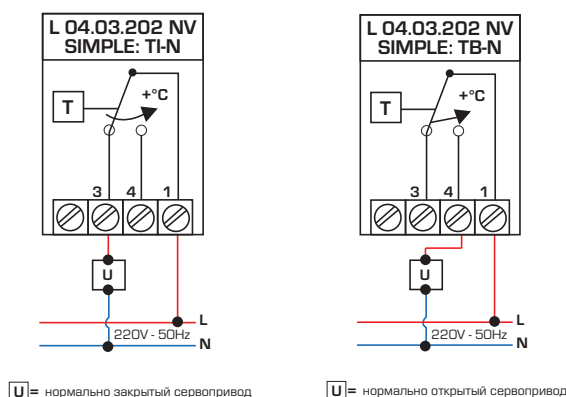

Рис. 4.
На рис. 4 приведены схемы электрических соединений термостата.
4. Осуществить электрическое подключение (рис. 4) и закрыть термостат, установив крышку корпуса и ручку управления на место. До установки ручки можно ограничить температурный диапазон регулирования, вставив штифты-фиксаторы соответствующим образом.